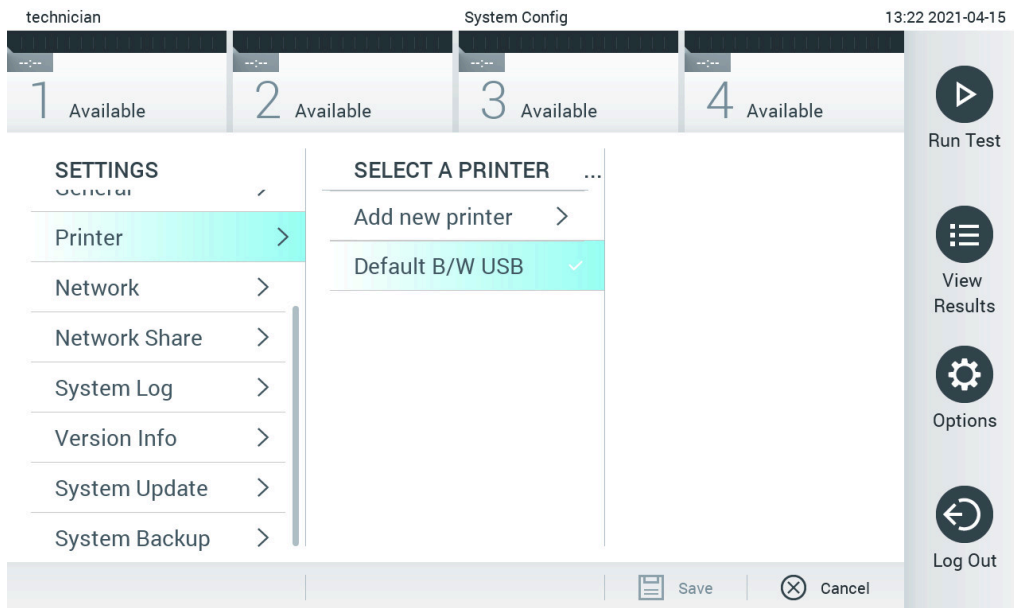

Figura 73. Selecionando uma impressora para o sistema.
3. Selecione uma impressora a partir da lista de impressoras disponíveis (Figura 73).